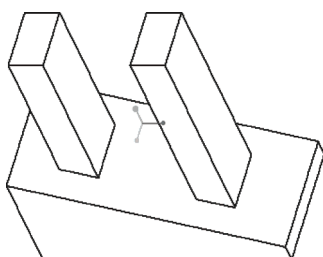

图 8-65 已有实体模型
- 1) 在“快速访问”工具栏中单击“打开”按钮 ，选择本书配套的素材实体模型文件“bc_8_dcsb.prt”打开，已有实体模型如图 8-65 所示。